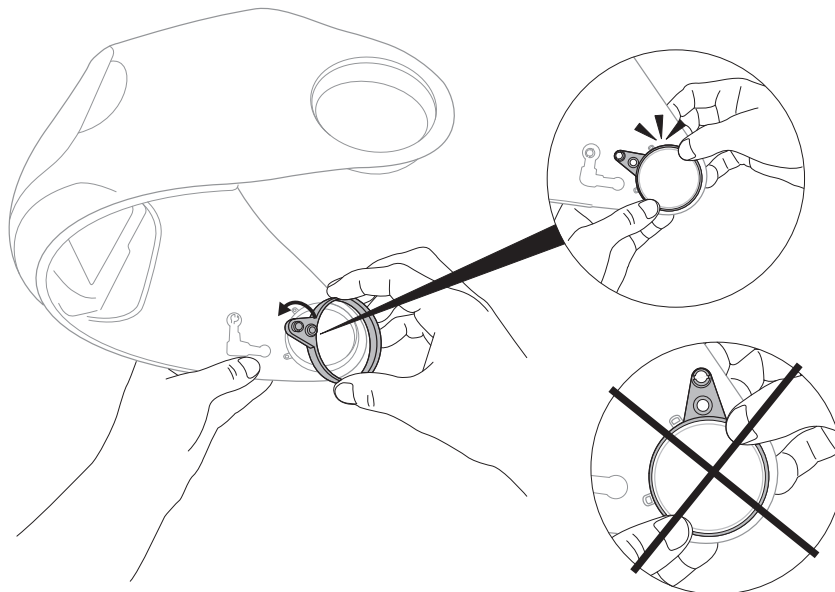

Fig. 26b
- c. Pour installer la nouvelle bague de pivot et la nouvelle charnière, positionner la bague de pivot au petit goujon du pivot, face au filtre à lentille photosensible. Il y a deux petits dispositifs d'arrêt pour la bague de pivot; le goujon va entre ces dispositifs d'arrêt. Appuyer fermement sur la bague de pivot pour l'insérer dans son grand logement circulaire jusqu'à ce qu'elle s'enclenche en place (Fig. 26b). Si celle-ci est installée correctement, la bague de pivot pivotera librement d'environ 60 degrés vers le haut et le bas.